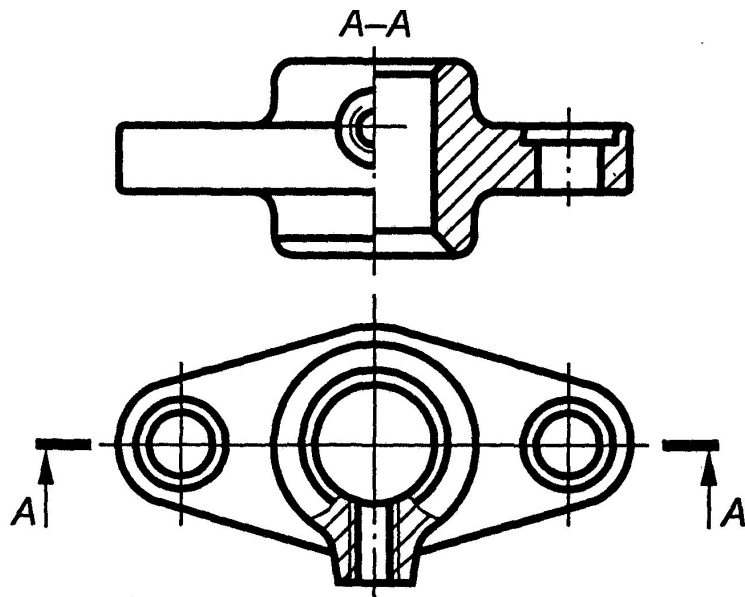

рис. 3
- Если соединяют половину вида и половину разреза, каждый из которых является симметричной фигурой, то разделяющей линией служит ось симметрии (рис. 3)